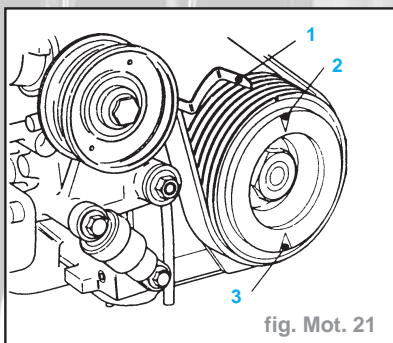

fig. Mot. 21
- Aligner le repère PMH (2) avec le dispositif de réglage (1) (piston numéro 1 au PMH de la course de compression) (fig. Mot. 21).